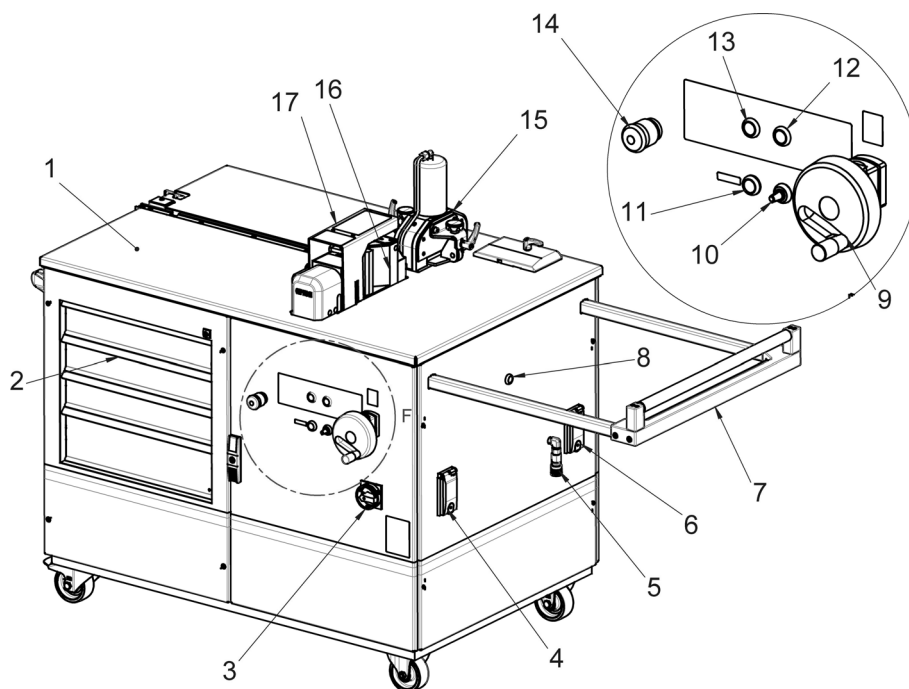
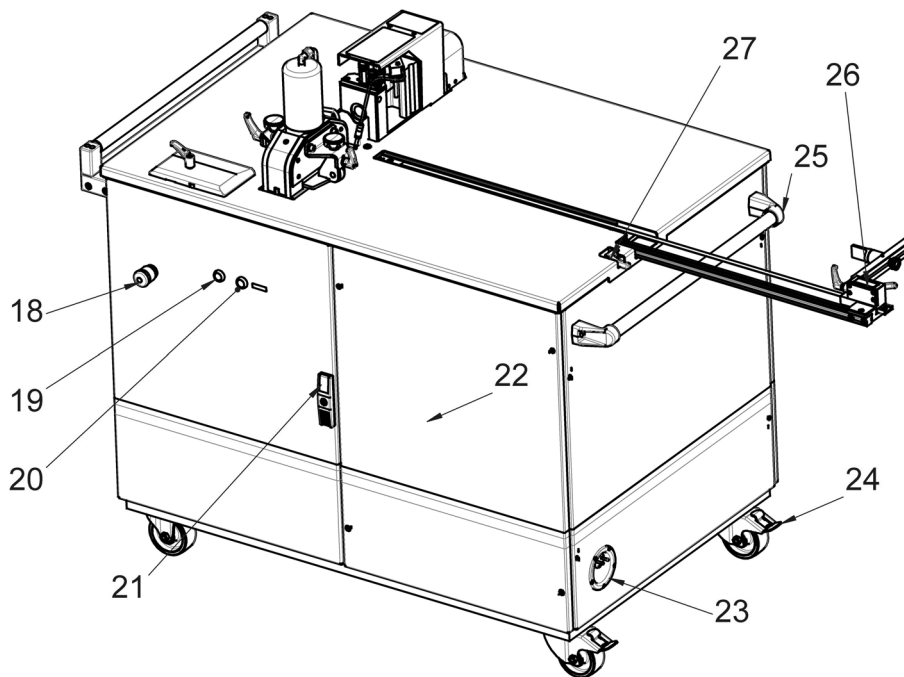

Рис. 1: Вид спереди
Рис. 2: Вид сзади
Однопедальный безопасный ножной переключатель подключается к “станции для обработки токовых шин мобильной” через разъем (рис. 1, 4). Четыре кнопки (рис. 1, 8, 12, 13 и рис. 2, 19) служат для выбора желаемой операции обработки. Работа возможна только с одной операцией. Блок резки (рис. 1, 15) для отрезки токовых шин, а также блок гибки и штамповки отверстий (рис. 1, 16) установлены на жесткой износоустойчивой панели стола (рис. 1, 1) из нержавеющей стали. В панели стола встроен выдвигаемый на расстояние до 1200 мм упор (рис. 2, 26), который может быть использован для любых рабочих ситуаций.
Дополнительное гидравлическое подключение (рис. 1, 5) дает возможность подключения внешних гидравлических устройств в дополнение к имеющимся рабочим блокам. Для удобной обработки длинных заготовок “станция для обработки токовых шин мобильная” оснащена выдвижным опорным роликом (рис. 1, 7).
Два переключателя аварийной остановки (рис. 1, 14 и рис. 2, 18) могут немедленно остановить насос в опасной ситуации и обеспечить возврат инструмента в исходное положение. Благодаря применению частотного преобразователя число оборотов для скорости движения инструментов может быть отрегулировано потенциометром (рис. 1, 10). Базовый корпус для штамповки защищен устойчивым защитным кожухом (рис. 1, 17). Высота базового корпуса может быть удобно отрегулирована маховиком (рис. 1, 9) в зависимости от индикации. Четыре объемных поддона (рис. 1, 2), запираемые, обеспечивают достаточное место для хранения используемых инструментов и вспомогательных материалов. За дверью (рис. 2, 21), помимо электрощкафа (рис. 2, 22), находится емкость для сбора остатков меди. Кабель питания (рис. 2, 23) вводится через боковую стенку “станции для обработки токовых шин мобильной” и при необходимости может быть вытянут до длины 4,5 м или полностью смотан.
- Затем подключите провод ножного переключателя к 4-полюсному подключению (рис. 1, 4).
- Чтобы перевести “станцию для обработки токовых шин мобильную” в режим готовности, следует установить переключатель на устройстве в положение (I).
Лазеры включаются и отключаются с помощью кнопок (рис. 1, 11 и рис. 2, 20). Чтобы увеличить срок службы лазеров, лазеры отключаются автоматически через 15 минут. При кратком нажатии на ножной переключатель или нажатии на соответствующую кнопку лазер снова включается.
- Отрегулировать высоту базового корпуса с помощью маховика (рис. 1, 9) и гибочной матрицы по центру заготовки.